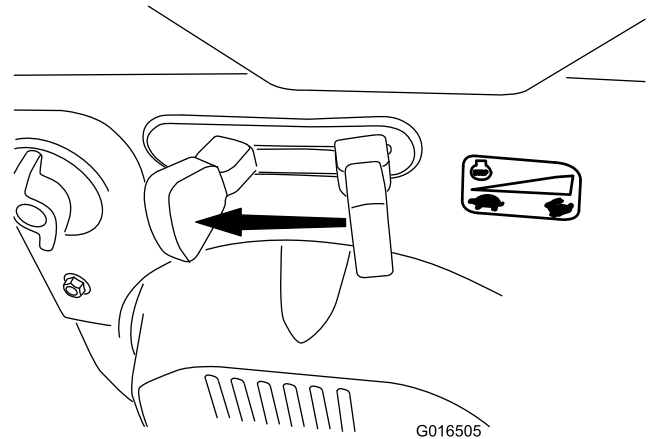

Figure 21
1. Déplacez la commande d'accélérateur en position BAS RÉGIME, puis en position ARRÊT (Figure 21). Vous pouvez aussi couper le moteur en tirant la clé de contact vers l'extérieur, à la position centrale.